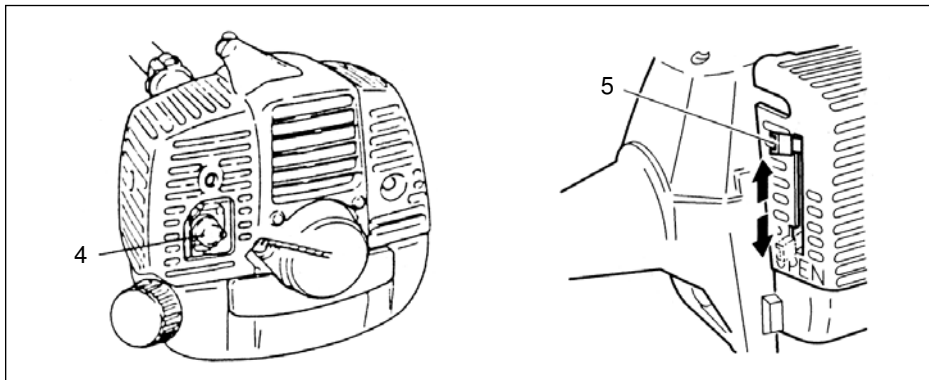

Fig.2-2C
* Tryk snapsepumpen (4) adskillige gange, så brændstoffet flyder gennem pumpen eller returrøret. (hvis udstyret med det) (Fig. 2-2C, 3).
3. Sæt chokeren i positionen CLOSED (5). (Fig. 2-2C, 3)